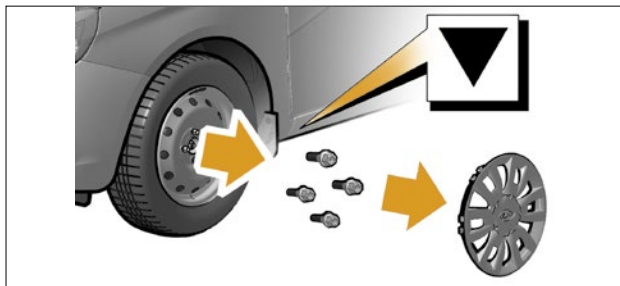

Рис. 2. Замена колеса
– снимите колпак колеса (**в варианном исполнении**), см. рис. 2;
– места установки домкрата **в варианном исполнении** обозначены специальными метками на порогах (рис. 2);